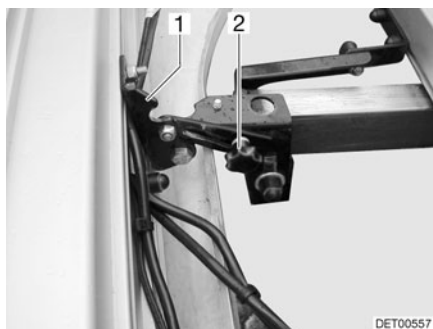

Fig. 5 Système de verrouillage support de lampe
- Desserrer les vis moletées (Fig. 5,2) des deux côtés.
- Déplier le support de lampe (Fig. 5,1).
- Replier le support de lampe (Fig. 5,1).